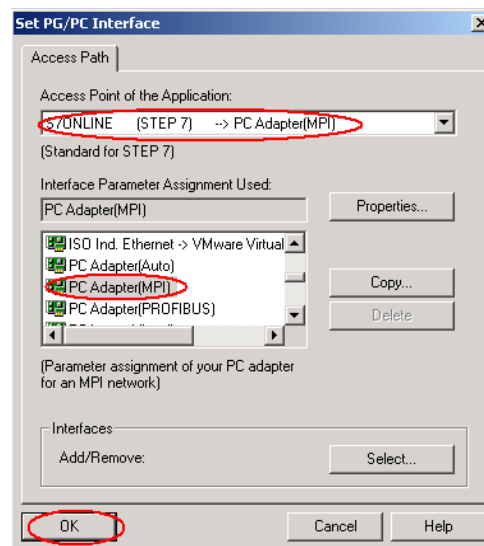

图 2.2.5
5. 点击属性窗口中的” OK” 按钮来保存并关闭属性窗口，然后点击 Setting PG/PC Interface 设置窗口中的” OK” 按钮来确保建立应用程序访问点 S7ONLINE (STEP 7) 与设备 PC Adapter(MPI) 的关联，如图 2.2.5 所示。